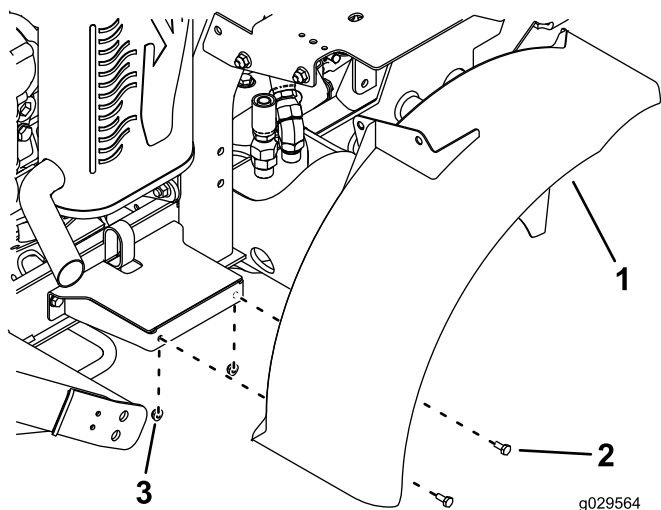

Figura 7
11. Monte provisionalmente el lateral del guardabarros derecho en el soporte del guardabarros con 2 pernos (1/4" x 5/8") y 2 tuercas (1/4"), según se muestra en Figura 7.
12. Monte provisionalmente el soporte de la parte superior del guardabarros en el soporte del depósito de combustible con 2 pernos (3/8" x 3/4") y 2 tuercas con arandela prensada (3/8"), según se muestra en Figura 7.